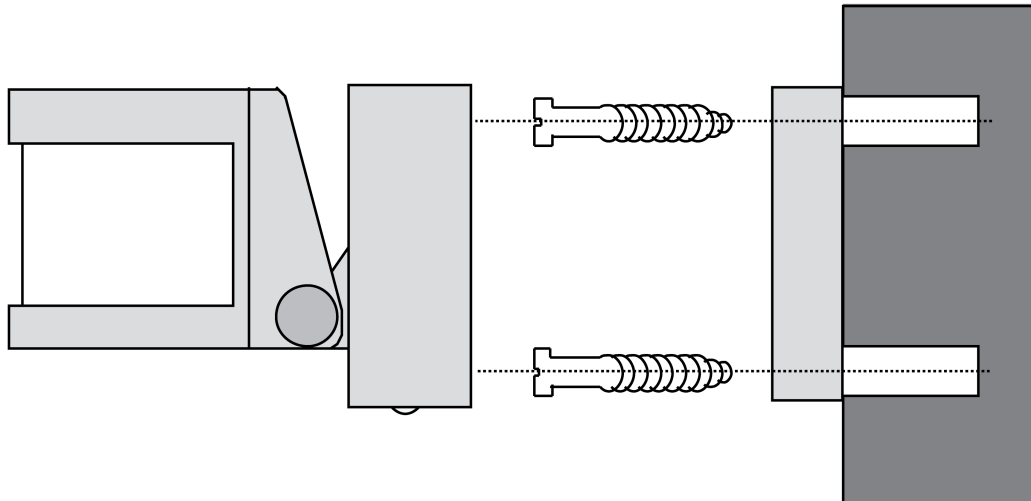

Bild 10
- Bodenplatte (6) mit 2 Schrauben befestigen (Bild 10).